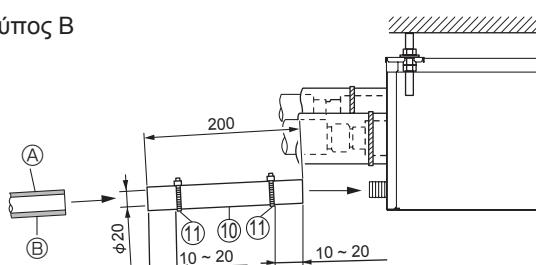

Fig. 8-1
(1) Τυλίξτε με αυτοκόλλητο PVC (θα το προμηθευτείτε από το εμπόριο) την ένωση του σωλήνα αποστράγγισης με το κουτί διακλάδωσης και πιέστε το συνδεδεμένο εύκαμπτο σωλήνα ⑩ στην ένωση όσο πάει. (Fig. 8-1)
(2) Βάλτε ένα σωλήνα από σκληρό PVC (VP-16, θα τον προμηθευτείτε από το εμπόριο) μέσα στο συνδεδεμένο εύκαμπτο σωλήνα ⑩, κολλήστε τους μαζί και στερεώστε τους. (Fig. 8-1)
⑪ VP-16, θα τον προμηθευτείτε από το εμπόριο
⑫ Θερμομόνωση
(3) Τοποθετήστε μια στεφάνη στερέωσης ⑪ στο συνδεδεμένο εύκαμπτο σωλήνα αποστράγγισης ⑩. (Fig. 8-1)